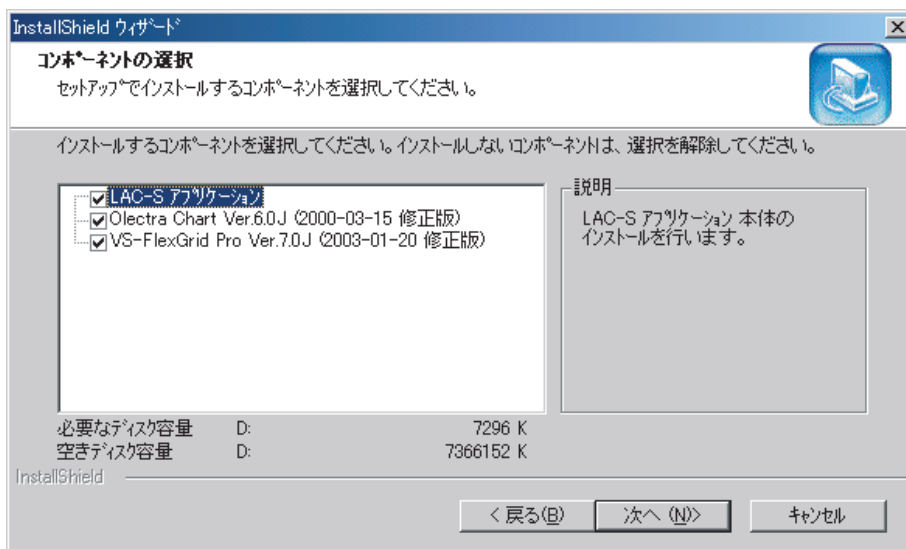

図4-1-5
- ・ インストール先のフォルダに表示されているフォルダにインストールする場合は、[次へ(N)]をクリックしてください。図4-1-5が表示されます。
コンポーネントの選択ウィンドウ(図4-1-5)が表示されます。
- ・ [戻る(B)]をクリックした場合、図4-1-5に戻ります。